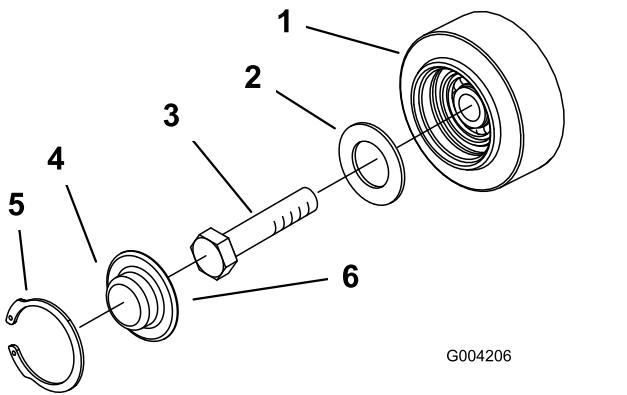

Figura 49
3. Rimuovete l'anello elastico e il tappo da una ruota non motrice (Figura 49).
4. Controllare il grasso sotto il tappo e attorno alla guarnizione (Figura 49). Se risulta sporco, sabbioso o consumato, eliminate completamente, sostituite la guarnizione e applicate del grasso nuovo.